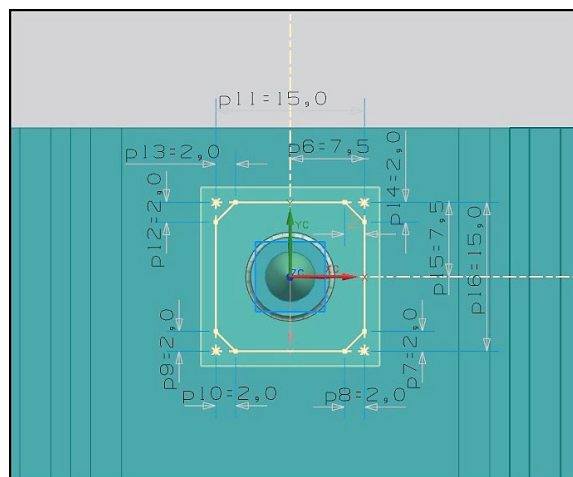

Рис. 10.22. Внешний контур матрицы
12. Создайте контур матрицы отбортовки. Нажмите кнопку **Создание координатной плоскости**. Данная операция автоматически создает плоскость на уровне нижней грани плиты матрицы. В данной плоскости создайте контур матрицы и вытяните его до пересечения с телом детали. Для этого щелкните левой кнопкой мыши по созданной плоскости в рабочем окне. В режиме создания эскиза постройте контур матрицы с размерами, как показано на рис. 10.22. Завершите эскиз, нажав кнопку **Закончить эскиз**.